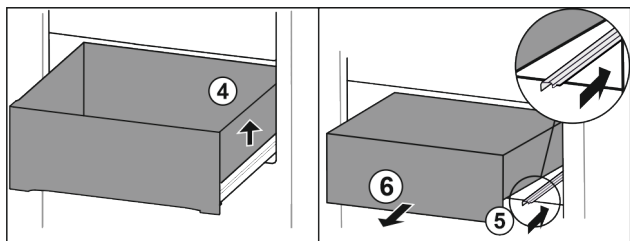

Fig. 86
- ▶ 抬起抽屉右侧。 Fig. 86 (4)
- ▶ 推入右侧轨道。 Fig. 86 (5)
- ▶ 朝前取出抽屉。 Fig. 86 (6)